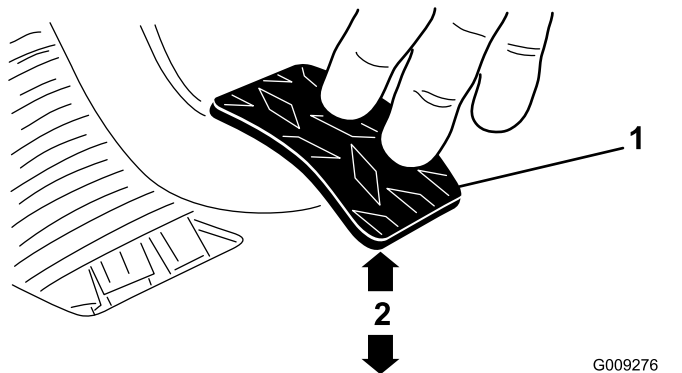

Figura 71
3. Regolate i controdadi o il giunto a sfera fino a quando il bordo posteriore del pedale della frizione non si trova tra 9,2 e 9,8 cm dalla parte superiore del motivo a quadri della pedana, quando viene applicata una forza pari a 1,8 kg sul pedale (Figura 71).